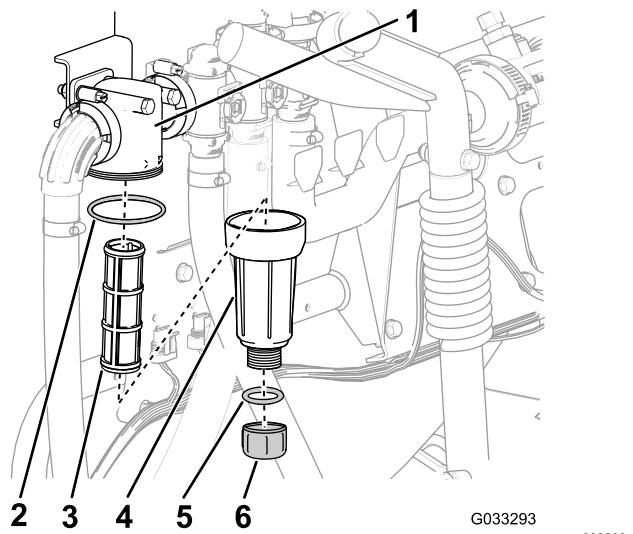

Рисунок 55
- Поместите сливной поддон под фильтр линии нагнетания (Рисунок 55).
3. Поверните маслосливную пробку против часовой стрелки и снимите ее со стакана фильтра линии нагнетания (Рисунок 55).
- Поверните стакан против часовой стрелки и снимите его с головки фильтра (Рисунок 55).
- Извлеките старый элемент фильтра линии нагнетания (Рисунок 55).
- Проверьте уплотнительное кольцо маслосливной пробки (расположенное внутри стакана) и уплотнительное кольцо стакана (расположенное внутри головки фильтра) на повреждения и износ (Рисунок 55).
- Вставьте новый элемент фильтра линии нагнетания в головку фильтра (Рисунок 55).
- Установите стакан на головку фильтра и затяните вручную (Рисунок 55).
- Установите пробку в стакан и затяните ее от руки (Рисунок 55).